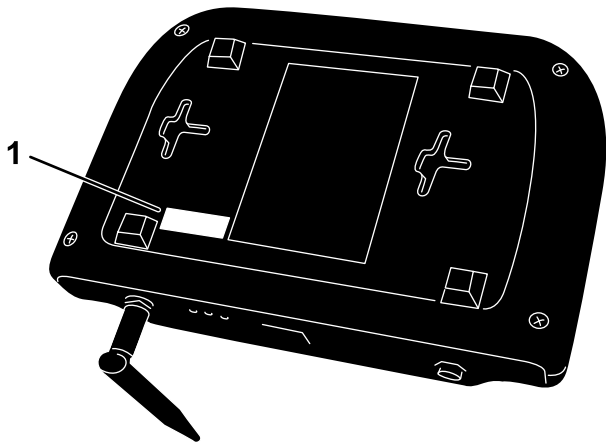

図 6
2. ベースステーションの底部に貼ってあるラベルで、ベースステーションの ID を調べ、その ID をこの説明書の所定欄に記録する 図 6。